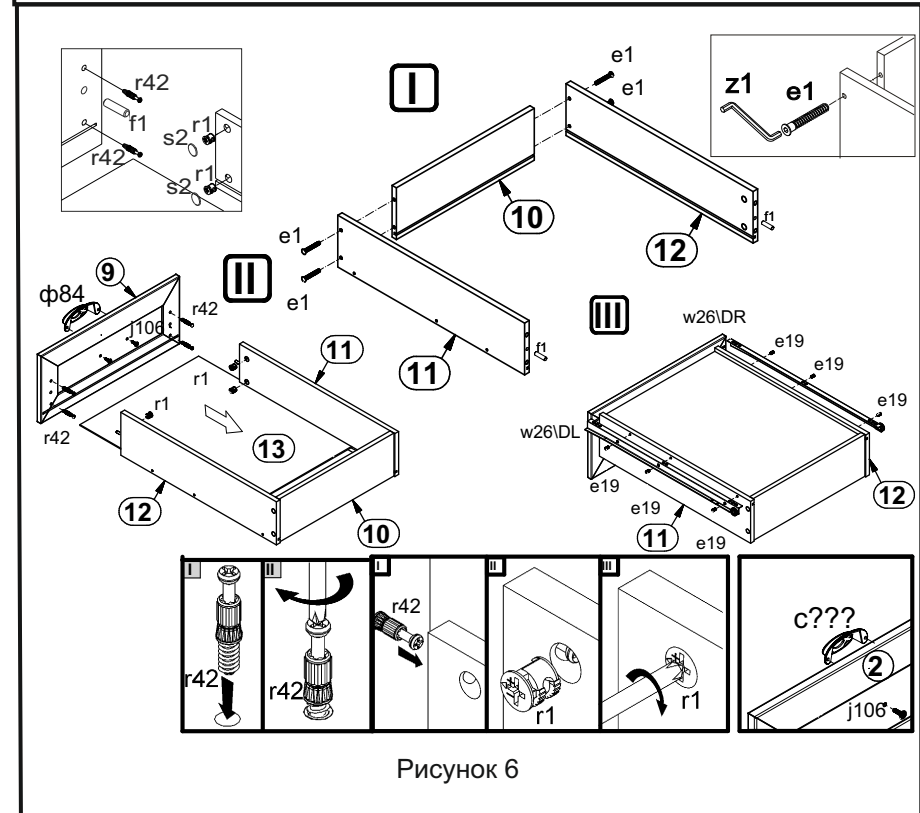

Рисунок 6
15. В отверстия $\varnothing 12$ мм на внутренних поверхностях стенок боковых ящика **11, 12** вставить стяжки эксцентриковые **r1** (см. рис. 6).
16. Соединить детали корпуса ящика **10, 11, 12** с помощью конформатов **e1**, пользуясь конформатным ключом **z1**, вставить в пропилы на боковых и задних стенках собранного корпуса ящика дно ящика **13** (см. рис. 6).
17. В отверстия диаметром **5 мм** на внутренней поверхности панели ящика **9** вкрутить винты стяжки **r42** (см. рис. 6).
18. Соединить панель ящика **9** с корпусом ящика и затянуть стяжки эксцентриковые **r1**, пользуясь отверткой. Стяжки эксцентриковые закрыть заглушками **s2** (см. рис. 6).
19. Перевернуть ящик дном вверх, закрепить на боковых стенках ящика **11, 12** еврошурупами **e19** направляющие **w26\DL** и **w26\DR** (см. рис. 6).